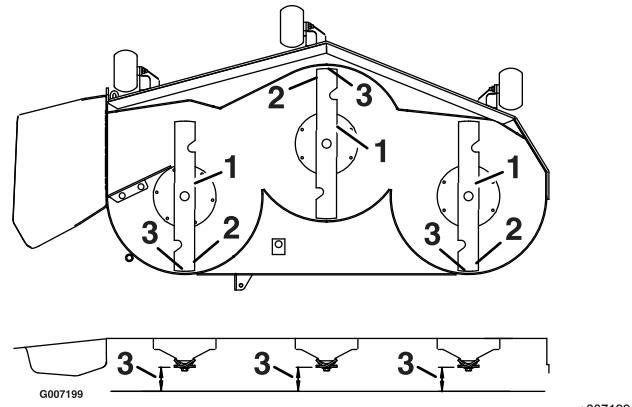

Figure 76
8. Vérifiez l'inclinaison avant/arrière des lames (Figure 76). Vérifiez que la pointe avant de